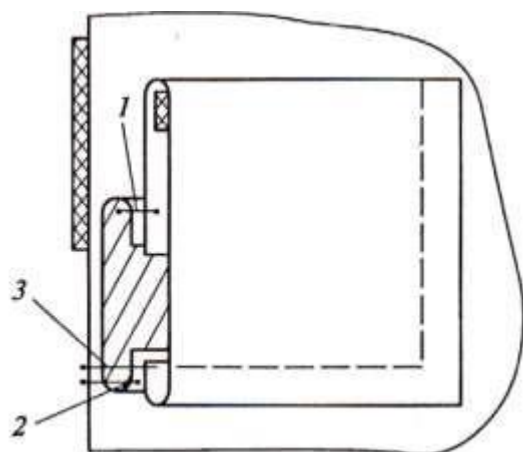

Рисунок 3 – Обработка накладного кармана
26. По рис.3 установите последовательность обработки накладного кармана: